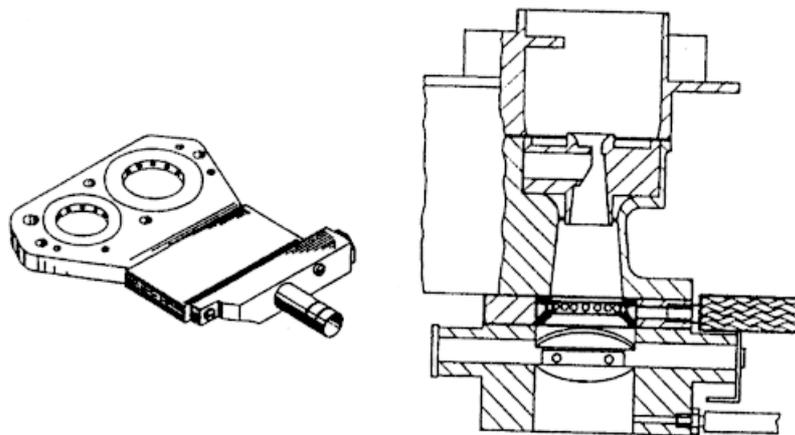

рис. 4.6.2 – Пример смесителя-проставки
4.6.2. Смесители-проставки (рис. 4.6.2)